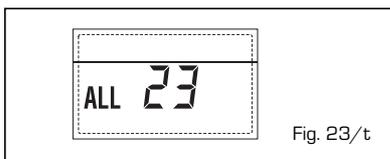

Fig. 23/t
- ANOMALIA SONDA RITORNO RISCALDAMENTO "ALL 30" (fig. 23/u)